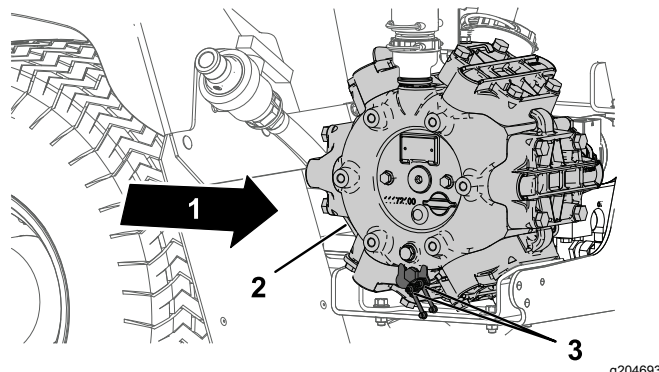

Figure 62
- Essuyez les 2 graisseurs à distance pour les nettoyer (Figure 62).
- Arrière de la machine 3. Point de graissage (2)
- Injectez de la graisse dans le graisseur à distance (Figure 62).